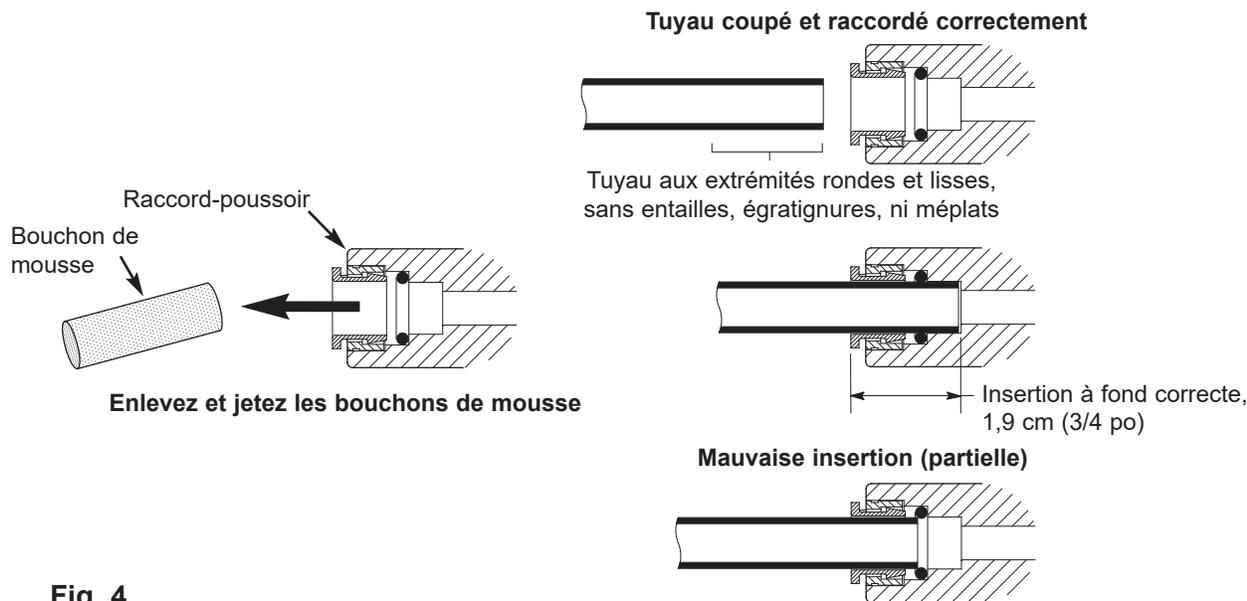

Fig. 4
**REMARQUE : Enlevez les bouchons de mousse de protection avant de raccorder les tuyaux (cf. Fig. 4). Jetez les bouchons.**